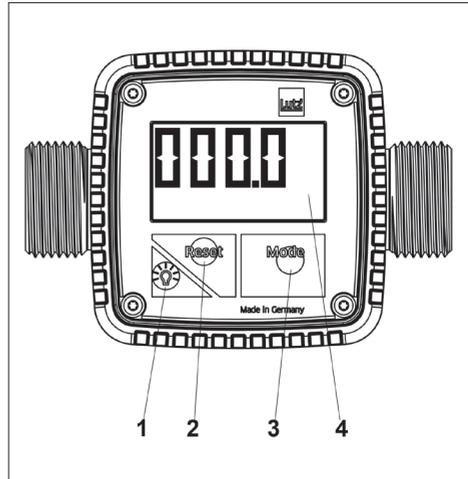

Bild 7
Die Bedienung des Durchflusszählers TR3 erfolgt über drei Tasten (→ Bild 7): „Reset“ (2), „Mode“ (3) sowie „Licht“ (1). Anzeigen erfolgen in einem LC-Display (4) mit ständig sichtbarer Anzeige. Nach Auslieferung ist der Zähler werksseitig mit der Maßeinheit „Liter“ und dem Kalibrierfaktor „1.000“ versehen. Die Genauigkeit der Anzeige kann durch eine Kalibrierung erhöht werden und die Maßeinheiten können angepasst werden (→ Kapitel 7). Der Zähler ist nach der Montage ohne weiteren Eingriff bereit, Abgaben zu messen.